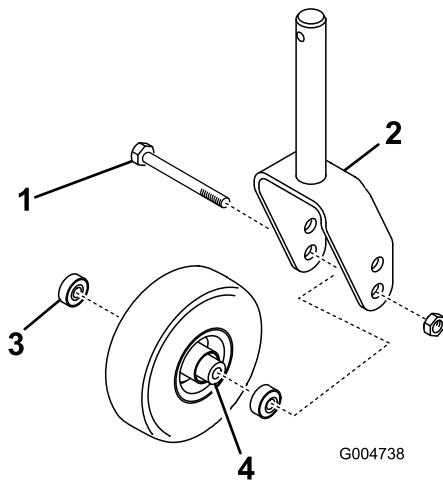
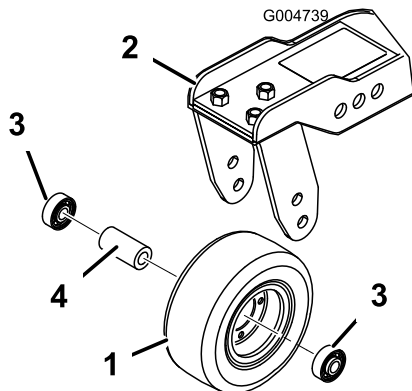

Figura 87
Figura 88
1. Retire a porca de bloqueio do parafuso que fixa o conjunto da roda giratória entre a forquilha da roda giratória (Figura 87) ou o braço articulado da roda giratória (Figura 88).
2. Retire o rolamento do cubo da roda e deixe cair o espaçador do rolamento para fora (Figura 87 e Figura 88).